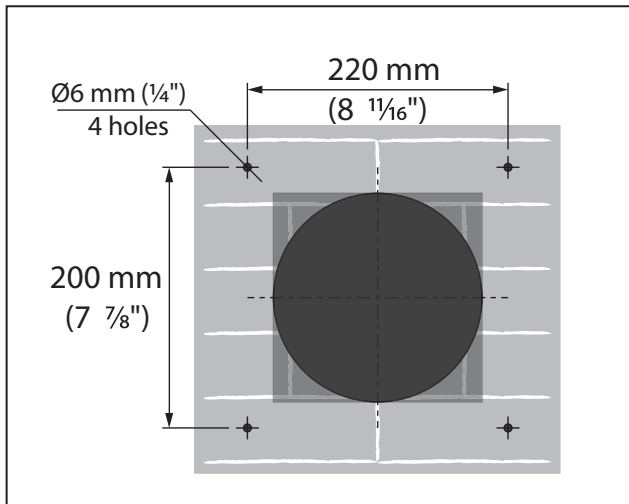

Fig. 12a.
- Fig. 12a - for VENTO Expert A50-1 Pro model.